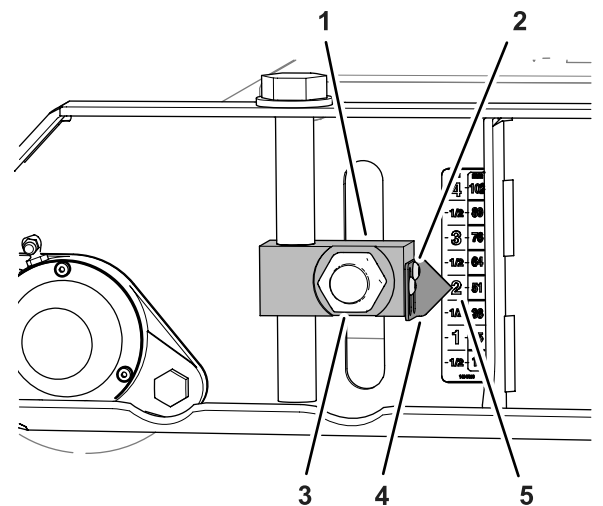
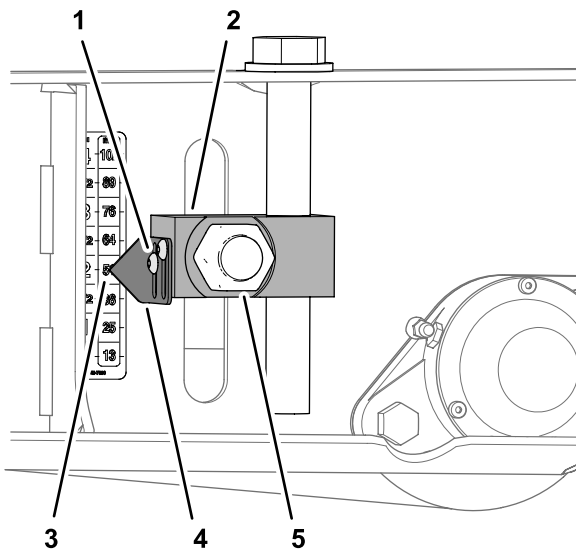

Figure 82
Figure 84
- Desserrez les 2 vis à tête creuse qui fixent le pointeur au bloc de réglage de hauteur de coupe, alignez le pointeur sur le repère de 51 mm (2 po) sur l'autocollant, et serrez les vis (Figure 82).
6. Desserrez les vis à tête creuse qui fixent les 2 pointeurs au bloc de réglage de hauteur de coupe, alignez les pointeurs sur le repère de 51 mm (2 po) sur l'autocollant, et serrez les vis (Figure 84).
7. Serrez les 4 écrous qui fixent les 4 blocs de réglage de hauteur de coupe (Figure 82 et Figure 84) sur les rouleaux avant et arrière à un couple de 322 à 396 N·m (238 à 292 pi-lb).